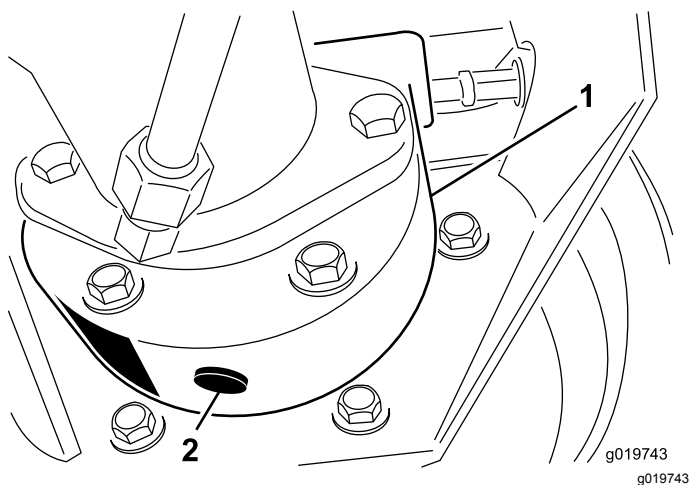

Рисунок 83
3. Подставьте поддон под корпус тормоза, снимите пробку сливного отверстия и дайте маслу стечь (Рисунок 83).